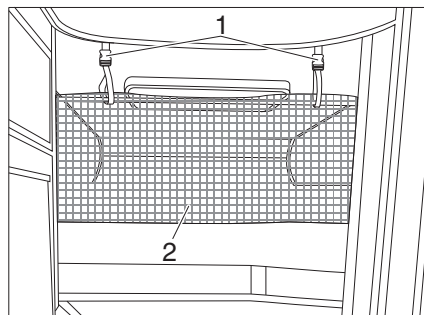

Bild 53 Sicherungsnetz
Das Sicherungsnetz (Bild 53, 2) ist serienmäßig zwischen Matratze und Lattenrost verstaut. Das Sicherungsnetz erst aufspannen, wenn sich die Person bereits im Bett befindet.
- Die Haltebänder (Bild 53, 1) in die Halterungen an der Decke einrasten.